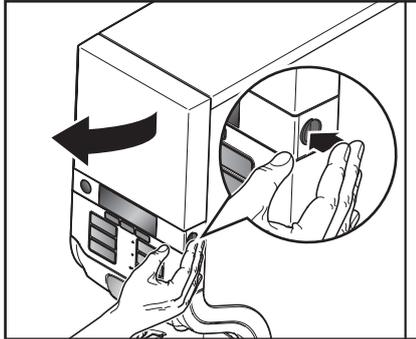

Fig. 21
1. Aprire lo sportello dell'apparecchio (fig. 21).